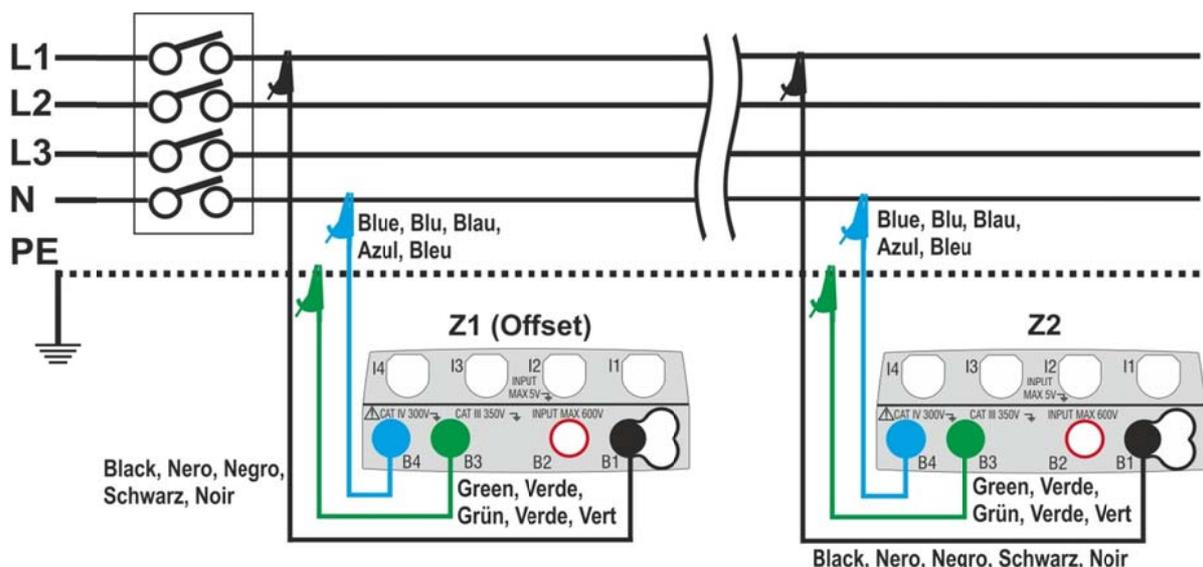

Abb. 33: Verbindung des Gerätes für die Messung des Spannungsfalls in L-N Modus
6. Gehen Sie zum Punkt 9 falls Sie den Z1 (Offset) Wert manuell eingegeben haben. **Falls Sie den Z1 (Offset) Wert NICHT manuell eingegeben haben**, schließen Sie das Gerät an der Hauptverteilung des zu messenden Stromkriese (üblicherweise direkt hinter der Schutzeinrichtung) in Einklang mit Abb. 33 oder Abb. 34 zur Durchführung der ersten **Z1 (Offset)** Impedanzmessung an. In diesem Fall wird das Gerät die Impedanz am Anfangspunkt der Leitung messen und sie als Bezugswert (Offsetwert) betrachten. Die folgende Bildschirmseite (der L-L Messung) erscheint im Display
9. Schließen Sie das Gerät am Endpunkt der zu messenden Leitung in Einklang mit Abb. 33 oder Abb. 34, um die Impedanzmessung (**Z2**) am Ende der Leitung durchzuführen. Der hier nebenstehende Bildschirm erscheint im Display. Beachten Sie dabei auch den im Display angezeigten vorher gemessenen Offsetwert Z1